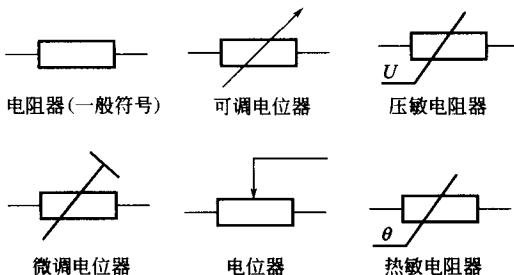
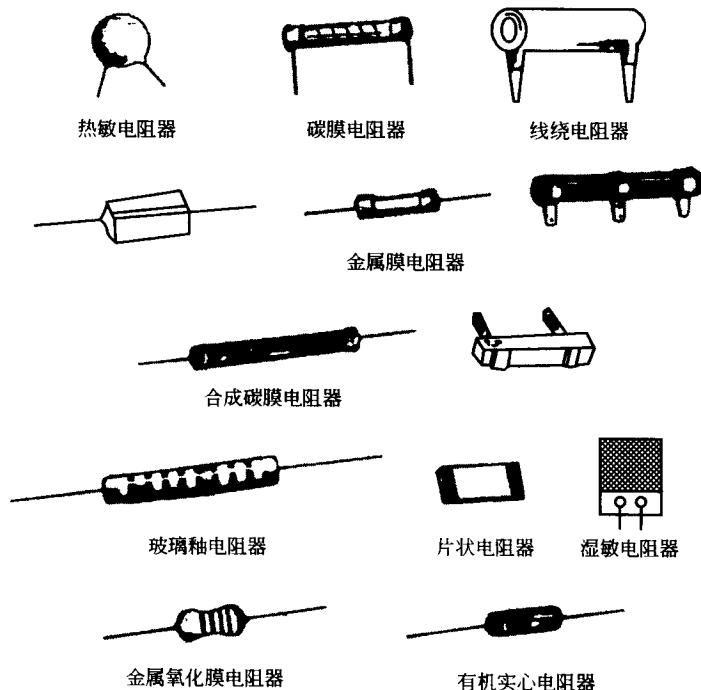
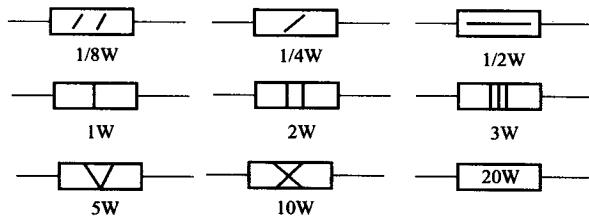

图 1-4 电阻在电路中的图形符号
图 1-5 常用电阻外形
图 1-6 电阻的额定功率标记
(2) 电阻器型号、规格、符号标记
① 电阻器的符号标记、外形及功率标记。电阻在电路中的图形符号如图 1-4 所示，字母代号为 R。常用电阻外形见图 1-5 所示，电阻器的额定功率标记如图 1-6 所示，单位为 W (瓦)。